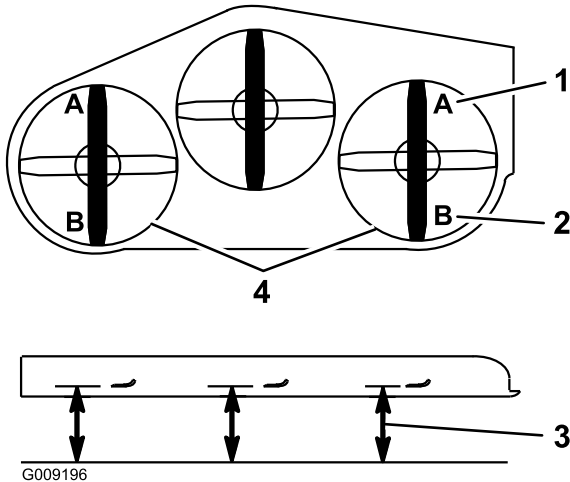

Figura 89
9. En ambos lados de la carcasa, mida desde la superficie nivelada hasta la punta delantera de la cuchilla (Posición A), según se muestra en Figura 89.
15. En ambos lados de la carcasa, mida desde la superficie nivelada hasta la punta trasera de la cuchilla (Posición B), según se muestra en Figura 89.